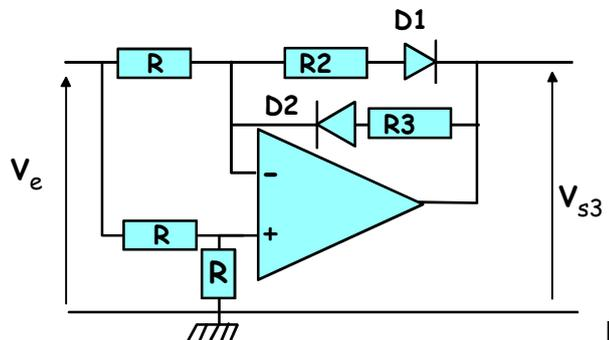

Fig 5
E) On considère le montage de la fig.5, où : l'A.O.P est idéal; $R_2 = 5.R$ et $R_3 = 10.R$; si $V_D < 0,6V$ la diode est bloquée ($I_D = 0A$) et quand la diode est passante la tension à ses bornes est $V_D = 0,6V$. Calculer l'expression littérale et numérique du gain en tension $AV_3 = V_{s3}/V_e$ pour $V_e > 0$ et $V_e < 0$